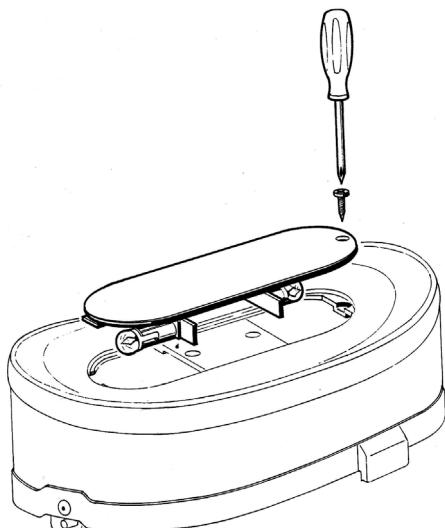

Bild 19
- 3 Wechsel der Lampen:** Entfernen der Schrauben am oberen Teil des Deckels, Anheben des Sockels und Entfernen der Lampe. Nach Einbau der neuen Lampe, Einheit wieder einsetzen und Schrauben fixieren.(Bild 19)